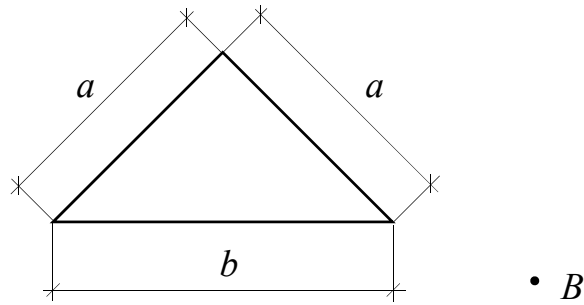

Рис. 2
17. Проведите главные оси для равнобедренного треугольника, используя точку  $B$  (рис. 2).